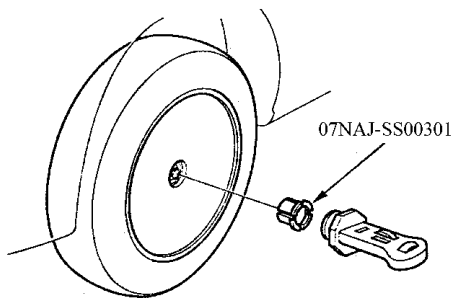

图 6-4 在车轮毂上安装车轮定位仪附件
2) 拆下车轮帽，如图 6-4 所示，在轮毂上安装车轮定位仪附件(使用前制动器)。
拆下车轮帽(见图 6-4), 在轮毂上安装车轮定位仪附件和外倾角/后倾角测量仪。使气泡处于测量仪中心位置, 读取外倾角度数, 如果外倾角不在规定范围, 则检查弯曲或损坏的悬架组件。